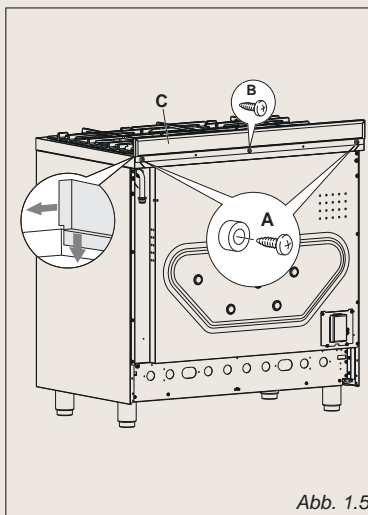

Abb. 1.5
Vor dem Aufstellen des Herds zunächst die hintere Schutzabdeckung "C" montieren (Abb. 1.5). Bitte Folgendes beachten:
- Die Bolzen "A" (Abb. 1.5) abnehmen; dazu die Befestigungsschrauben abschrauben.